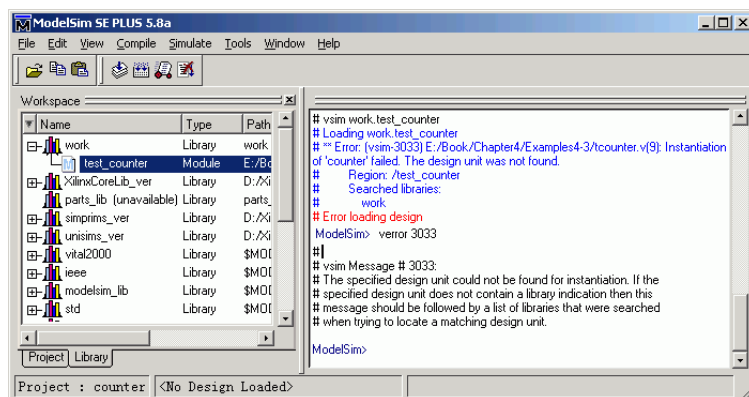

图3-31 错误说明示例
9. 在主窗口【Library】标签的【work】库下双击【test_counter】启动仿真, 仿真报错如图 3-31 所示, 在提示符后面使用 `error <错误代码>` 命令查看错误的详细说明。